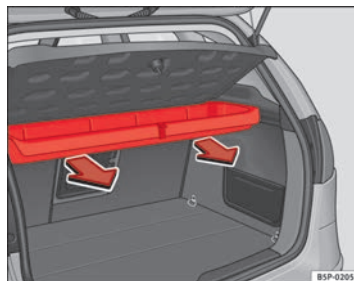

Fig. 124 Démontage du casier de rangement
- Tirer vers l'extérieur jusqu'à débloquer le casier des axes de rotation → fig. 124.